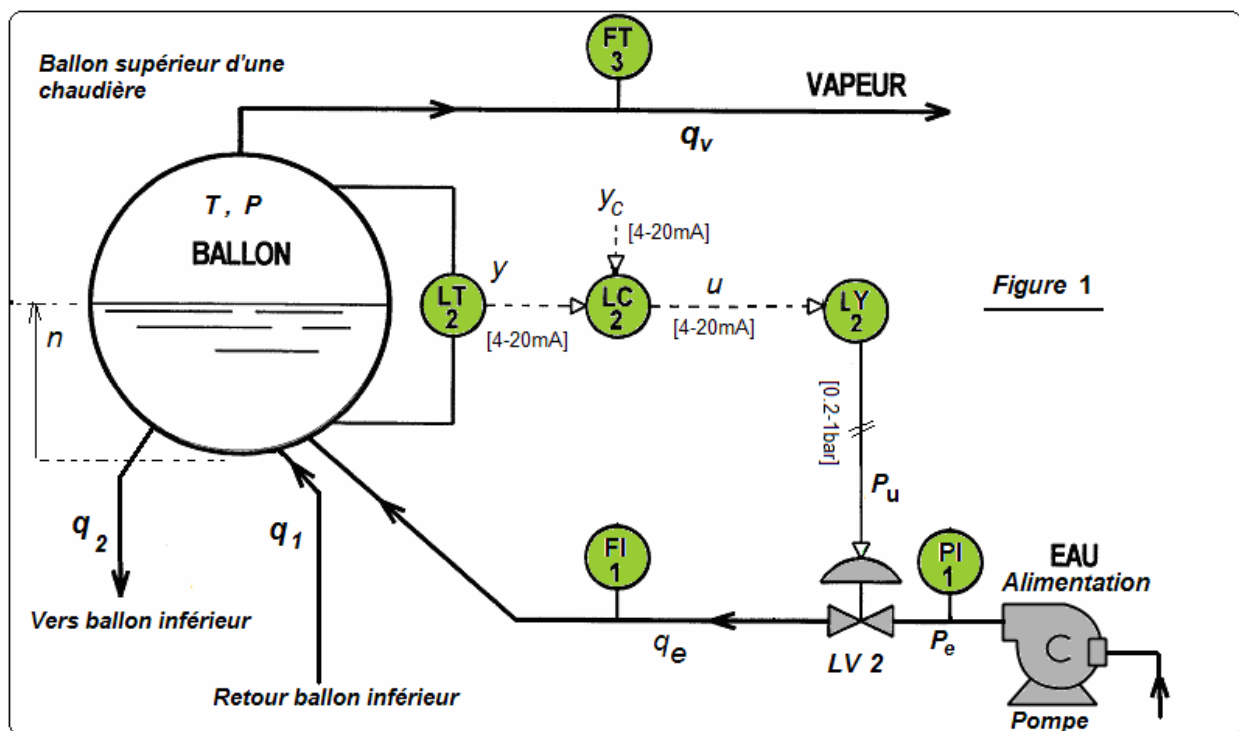
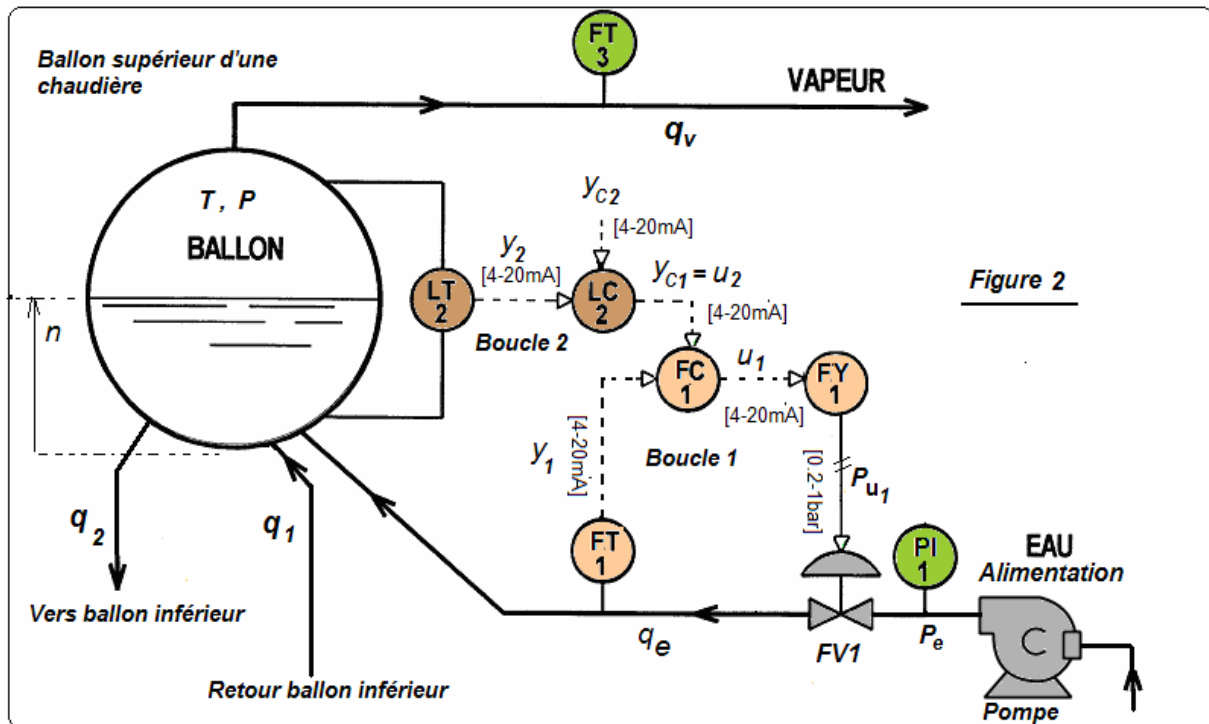

Figure 1
Figure 2
Le fonctionnement optimal d'une chaudière impose une régulation du niveau et de la pression dans son ballon supérieur. Dans cet exercice, on s'intéresse à l'étude de la régulation du niveau seulement (Figure 1).
1. Identifier tous les instruments de la figure 1.
En principe le niveau d'eau dans le ballon supérieur de la chaudière est régulé par simple boucle c'est-à-dire par action directe sur le débit d'alimentation en eau q_e (Figure 1). Mais à cause des fluctuations que peut subir la pression P_e de refoulement de la pompe et donc la grandeur réglante q_e , on installe une deuxième boucle pour stabiliser le débit q_e et on obtient alors une régulation multiple ou en cascade de niveau avec LC2 est le régulateur maître et FC1 est le régulateur esclave (Figure 2).